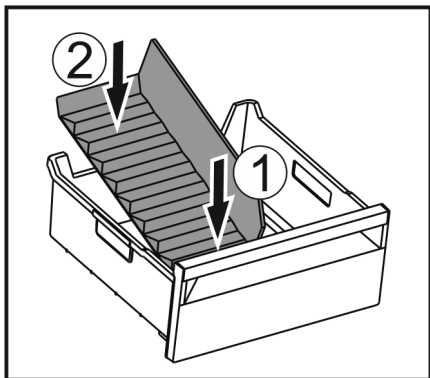

Fig. 232
- Вставити передню частину перегородки відділення для льоду. Fig. 232 (1)
- Опустити задню частину перегородки відділення до дна ящика для кубиків льоду. Fig. 232 (2)